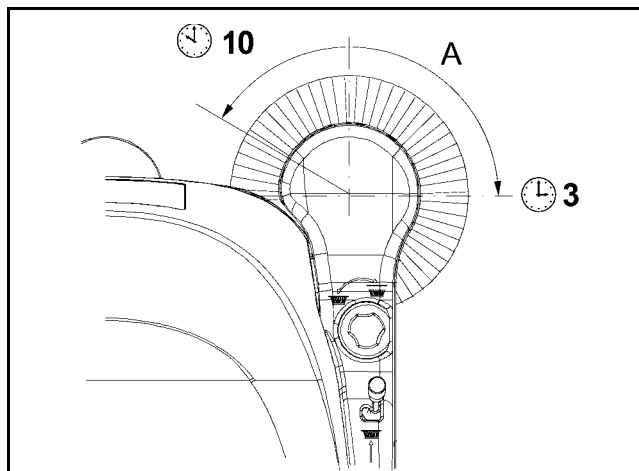

Figure 7
- vérifier que la trace laissée par le balai latéral correspond, en extension et direction, à l'arc (A, Fig. 7) : il doit toucher le sol pour un arc de cercle compris entre les positions "dixième heures" et "trois heures" d'une montre.